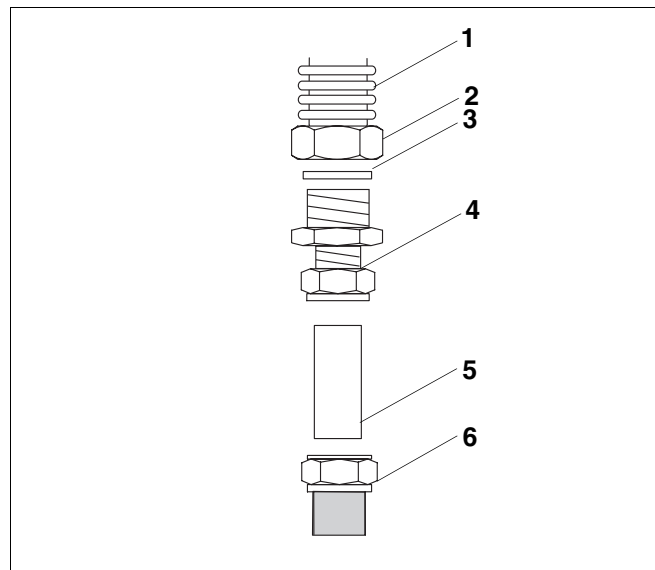

Fig. 7 Collegamento del Twin Tube DN 20 al sistema di serraggio con anello da 22 mm
- Inserite la guarnizione (fig. 7, **pos. 3**) nel dado di raccordo premontato Rp1 (fig. 7, **pos. 2**).
- Avvitare il sistema di serraggio diritto con anello R1 × 22 mm (fig. 7, **pos. 4**) al dado di raccordo premontato Rp1 (fig. 7, **pos. 2**) del tubo ondulado in acciaio inox (fig. 7, **pos. 1**).
- Fissate il dado di raccordo premontato Rp1 (fig. 7, **pos. 2**) al sistema di serraggio diritto con anello R1 × 22 mm (fig. 7, **pos. 4**) mediante una chiave per bulloni adatta.
- Tagliate i tubi di rame Ø 22 mm (fig. 7, **pos. 5**) a misura giusta per poterli inserire di 2–3 cm nei sistemi di serraggio con anello (fig. 7, **pos. 4**).
- Spingete i tubi di rame Ø 22 mm (fig. 7, **pos. 5**) tagliati a misura, interamente dentro i sistemi di serraggio con anello, fino all'arresto.